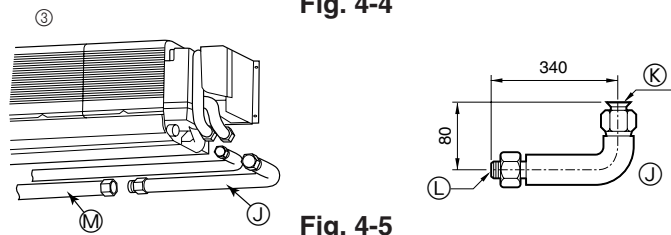

Fig. 4-5
- ③ L-aansluitpijp (voor gaspijp) (Fig. 4-5)